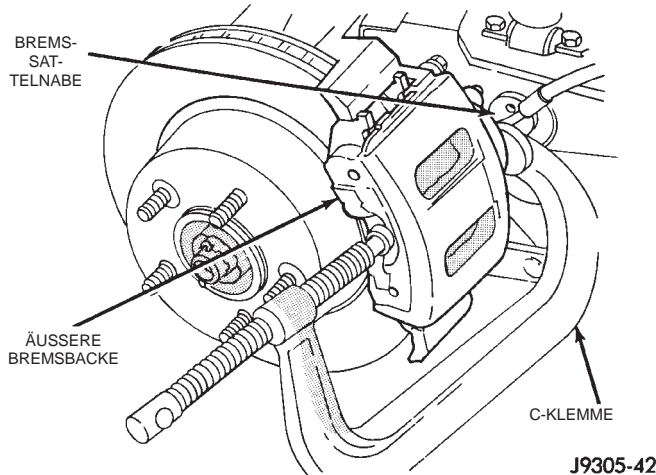

Abb. 26 Aufsetzen des Bremssattelkolbens mit C-Klemme.
- (1) Das Fahrzeug anheben und die Vorderräder abbauen.
- (2) Die Befestigungsschraube des Bremsschlauchs lösen und entsorgen.
- (3) Die Flüssigkeit aus dem Hauptbremszylinderbehälter absaugen.
- (4) Bremssattelkolben in Bohrung mit C-Klemme aufsetzen. Klemmschraube auf äußerer Bremsbacke und Rahmen auf hinteren Bremssattel positionieren (Abb. 26). **Klemmschraube darf nicht direkt auf der Rückhaltefeder der äußeren Bremsbacke aufliegen. Holz- oder Metallbeilegscheibe zwischen Bremsbacke und Klemmschraube benutzen.**